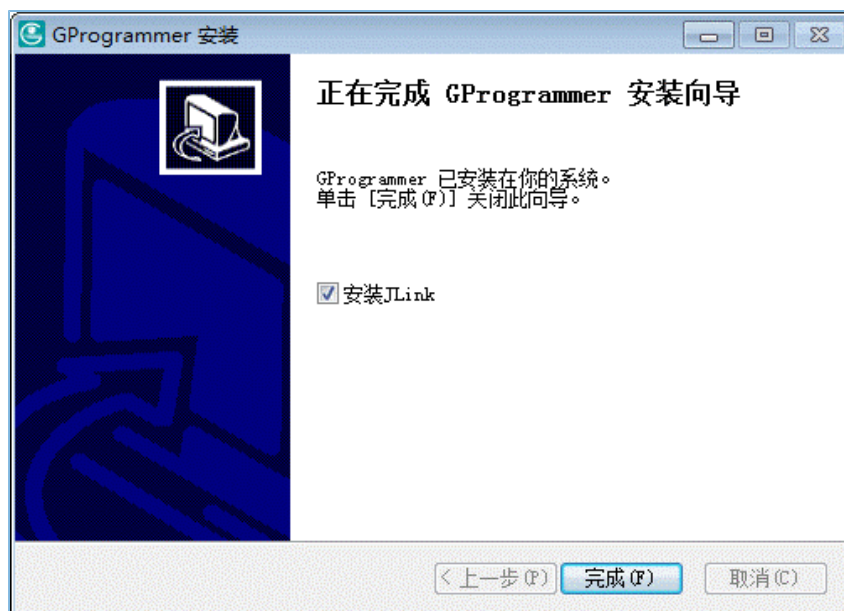

图 2-2 安装JLink提示
2. GProgrammer安装完成后，将提示用户继续安装JLink驱动，如图 2-2所示。